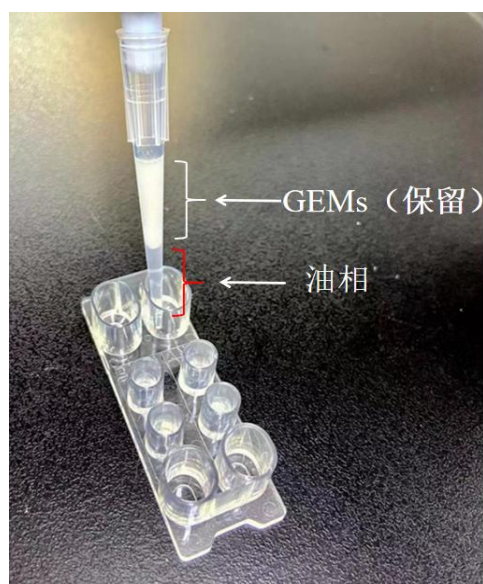

图 2：上层：GEMs；下层：油相。
(1) 仪器运行结束后，及时打开仪器盖子。
(2) 取下芯片，检查细胞相和胶珠相的对应孔中是否有残余的试剂，若没有或少量（大约 10~15 $\mu$ l）进入步骤（3）。**若发现其中一个或两个孔残余较多的溶液，需要重新进行上机。**
(3) 此时观察收集池中有两层液体，上层：白色乳浊液（GEMs 层，如下图 2 所示），下层：清澈透明液体（油相，弃掉）。用移液枪缓慢吸取上层乳浊液（GEMs 层），枪头紧贴 PCR 管的侧壁，缓慢将 GEMs 注入 PCR 管底部，进行后续逆转录反应。